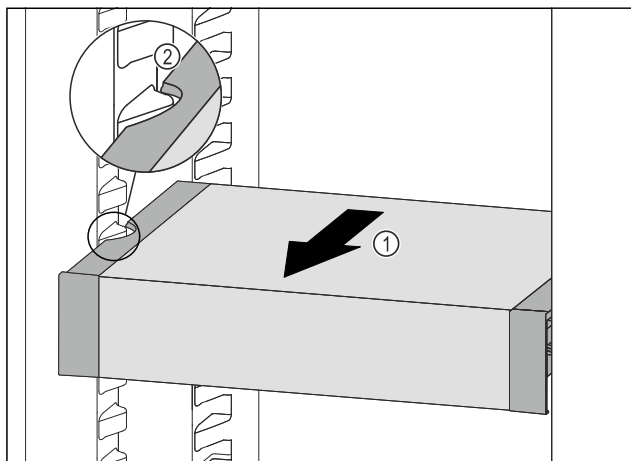

Fig. 137
- Потягнути VarioSafe вперед Fig. 137 (1), поки бокові заглиблення VarioSafe не опиняться на рівні ребра для ємності в охолоджувальному відділенні. Fig. 137 (2)